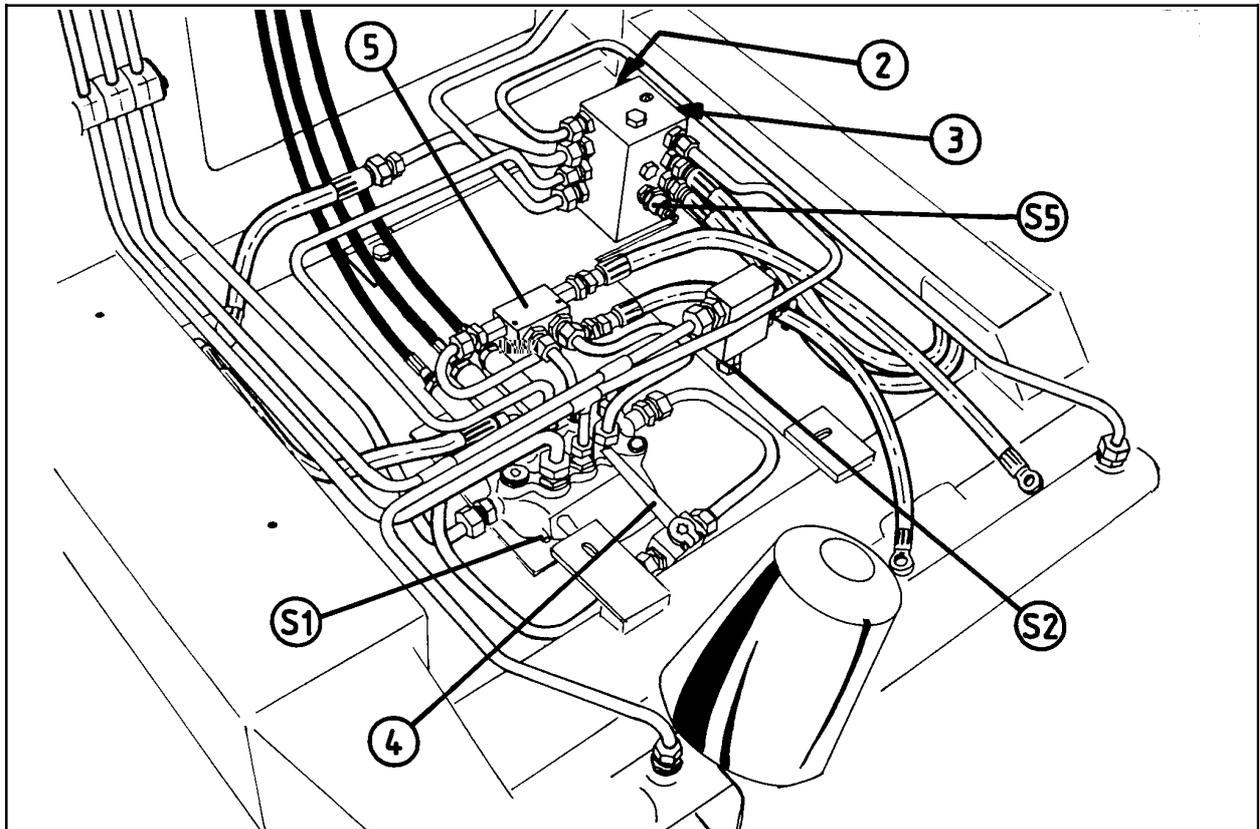

Fig. 14-1
La plupart des tracteurs sont équipés d'une pompe à huile qui débite une quantité constante d'huile par rotation. L'électrovanne à bille (pos. 4, fig.14-1) doit être en position ouverte (voir chapitre 4.7). Si aucune fonction n'a été choisie, l'huile provenant du tracteur traverse le distributeur de la machine et s'écoule dans le réservoir. Dès que l'une des manettes entre en service, le circuit se ferme et l'huile est dirigée vers la fonction demandée.
Pour les tracteurs équipés d'une pompe à débit variable, comme ceux de la marque John Deere, l'électrovanne à bille doit être placée en position fermée (Pos. 4, fig 14-1). Dans ce cas, l'huile ne parvient pas au distributeur principal que lorsque l'une des fonctions est activée.
14.2 La Pos. 5 de la fig. 14-1 est un clapet anti-retour à commande automatique empêchant toute baisse de la pression dans le cylindre qui maintient le couteau fermé.
14.3 Le système hydraulique est équipé d'une vanne de sécurité (S1) dont la pression est réglée à 185 bar. Elle ouvre le passage de l'huile vers le circuit de retour si cette pression est dépassée. Cette vanne est située sur le distributeur principal. Voir fig.14-1.
14.5 Le distributeur de la fig.14-1 est équipé de trois vannes: